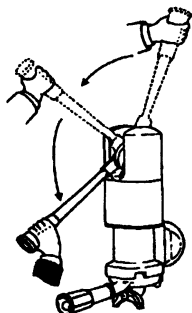

Figura 1
- 4º Fazer pressão sobre a alavanca do grupo (Figura 1) Uma vez terminado o percurso para baixo, devem aparecer as primeiras gotas de café pela saída do porta-filtros: Nesse momento, soltar suavemente a alavanca para que se inicie a distribuição do café. Se desejar maior quantidade, há que voltar a accionar a alavanca.